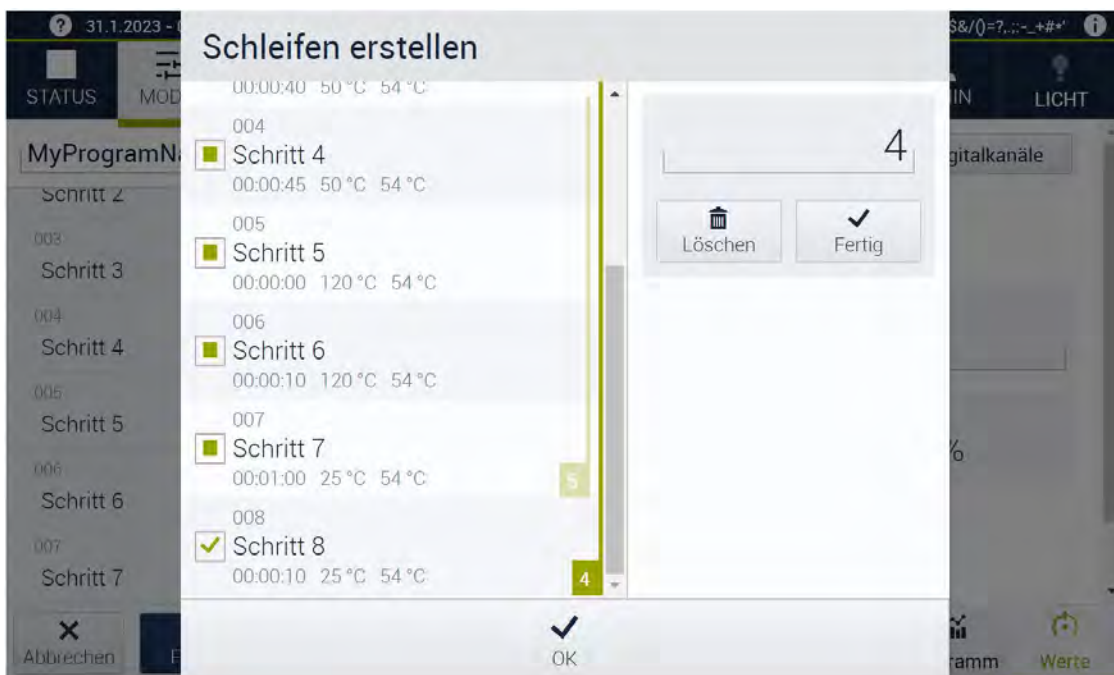

Abb. 6-3 Mehrere Schleifen verschachteln
- ▶ Um eine weitere Schleife zu erstellen, wieder auf den ersten und letzten Schritt der gewünschten Schleife tippen. Dabei können Sie bereits erstellte Schleifen integrieren, wenn die neue Schleife mindestens einen Schritt später aufhört als die bestehende Schleife → *Abb. 6-3 »Mehrere Schleifen verschachteln«* (Seite 76).